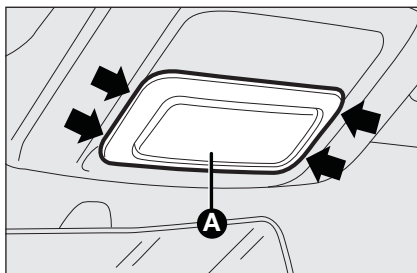

fig. 25
- ☐ con el destornillador suministrado, extraer el plafón **A**-fig. 25 actuando en los puntos indicados por las flechas;